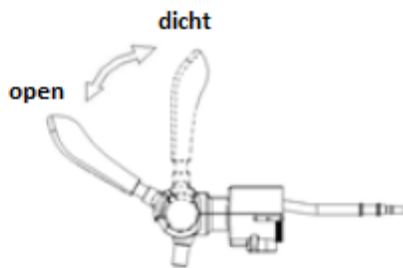

FIGUUR 11
14. Display paneelfuncties (zoals in figuur 11)